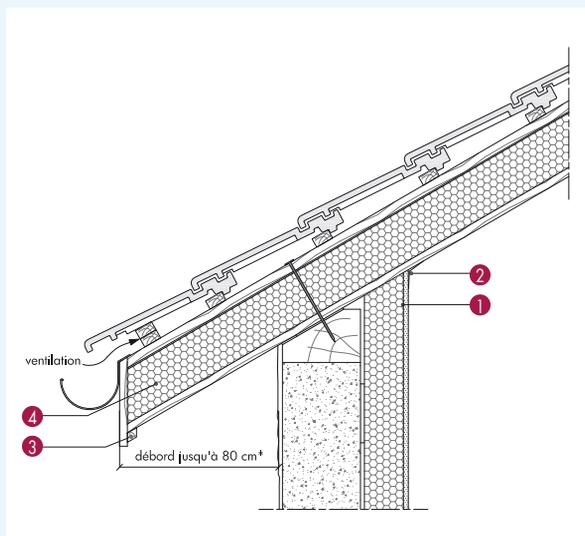

Fig. 14 : Égout en débord avec Fibratec ULTRA et Fibratec FM ULTRA Planche : planche de rive verticale
- soit positionnée en sous-face (fig. 14) ; dans ce cas elle permet de masquer la jonction planche de rive.